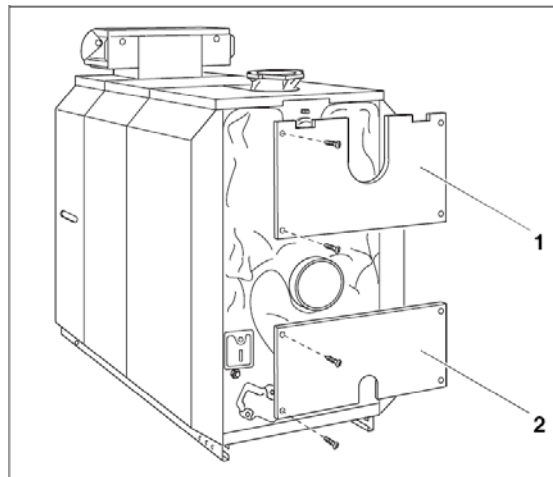

Fig. 46
- Skruva fast den övre delen av bakplåten (Fig. 46, **pos. 1**) till topplåten baktill och till sidoplåtarna.
- Skruva fast den nedre delen av bakkåpan (Fig. 46, **pos. 2**) till sidokåporna med utskärningen till påfyllnings- och tömningsanslutningen vända nedåt.
Skruvarna skyddas delvis av täckplåtar (se förstorleken i Fig. 46 på sida 25) och kan först lossas genom öppningarna i förkåpan, när de två främre delarna av sidoplåten är borttaget.